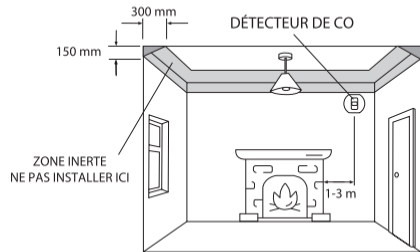

Figure 1 : Installation dans une pièce avec chauffage brûlant du combustible
1. Installation d'un détecteur de CO dans une pièce comprenant un appareil de chauffage brûlant du combustible (voir Figure 1) :